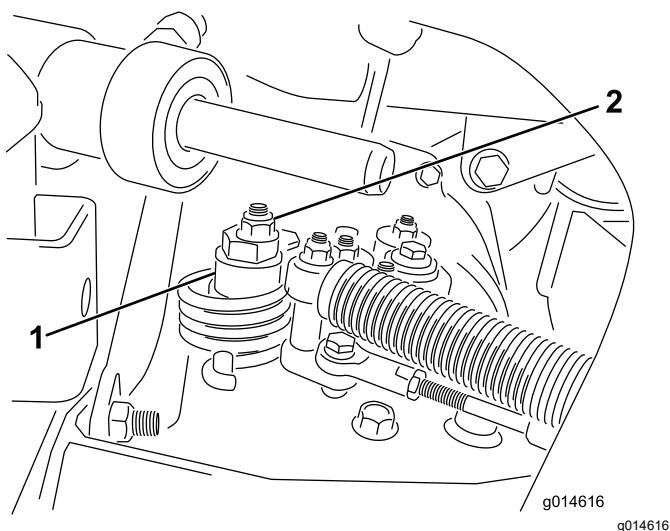

図 38
- A. 偏芯ナットをハイドロスタット上部に止めているナットをゆるめる 図 38。
- C. どちらにも車輪が回らないように偏芯ナットを回して調整する。調整ができれば固定ナットを締める 図 38。スロットル低速 および高速位置で調整が正しいことを確認する。